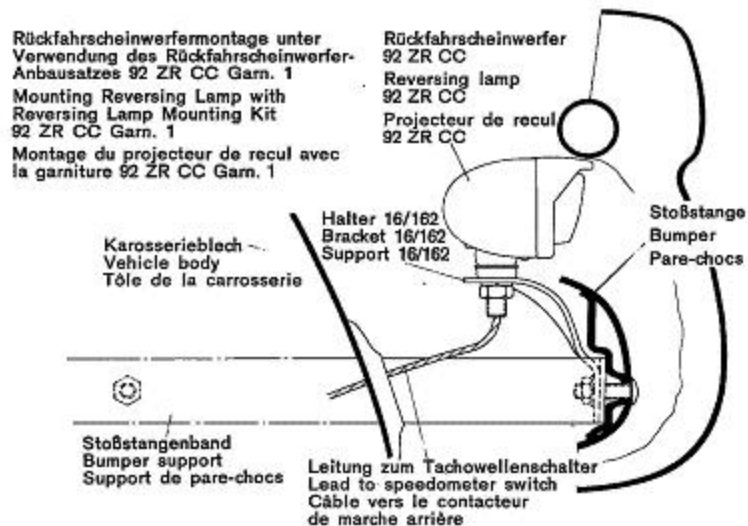
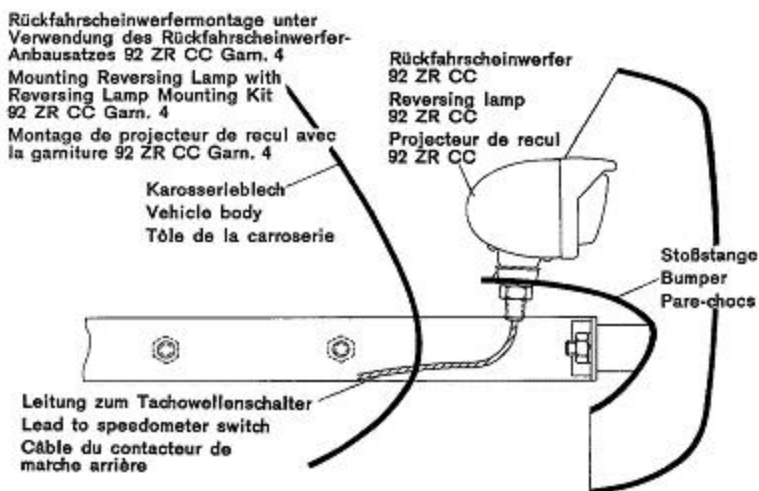

Abb. 4
Abb. 5
1. Rückfahrscheinwerfer mit beigefügtem Halter 16/162 in Fahrtrichtung links auf der rechten Seite vom Stoßstangenhorn montieren (s. Abb. 4 = VW 1200 bzw. Abb. 5 = Karmann Ghia 1200). Abdeckplatte im vorderen Kofferraum entfernen.
1. Mount the reversing lamp by means of bracket 16/162 on the right of the L. H. bumper overrider (direction of travel). (See fig. 4 for VW 1200 or fig. 5 for Karmann Ghia 1200). Remove cover in front luggage compartment.
1. Monter le projecteur de recul au moyen du support 16/162 qui est fourni, à droite du butoir de gauche (sens de la marche, voir fig. 4 pour la VW 1200 et la fig. 5 pour la Karmann Ghia 1200). Enlever la plaque de fermeture qui se trouve dans le coffre à bagages.